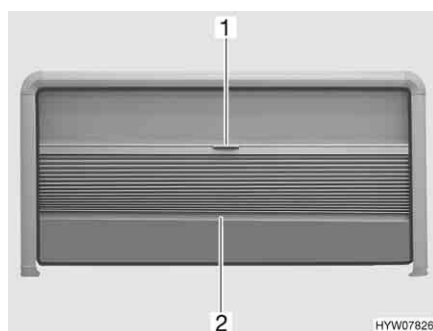

Fig. 32 Finestra apribile
- Afferrare la tendina oscurante pieghevole al centro dell'asta di chiusura (Fig. 32,2) e tirare delicatamente verso il basso.
- Tenere la parte centrale dell'asta di chiusura (Fig. 32,2) della tendina oscurante pieghevole e spingere quest'ultima verso l'alto con cautela.
- Tirare la zanzariera a rullo verso il basso utilizzando la maniglia (Fig. 32,1).
- Spingere la zanzariera a rullo completamente verso l'alto utilizzando la maniglia (Fig. 32,1).